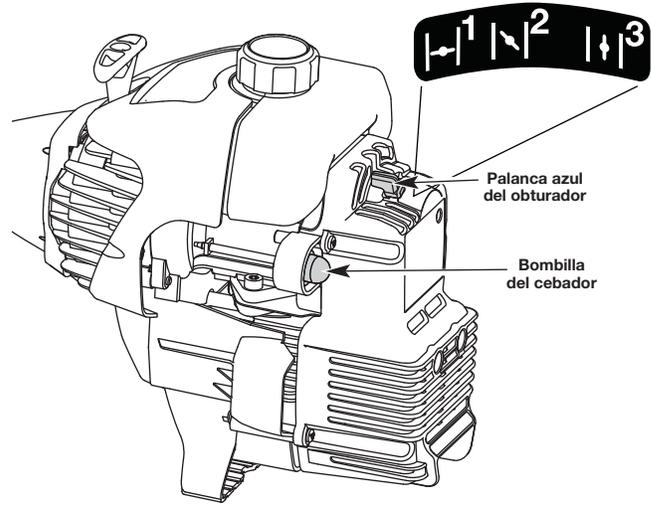

Fig. 20
3. Oprima completamente el cebador y suéltelo 10 veces. Hágalo lentamente. Se deberá ver un poco de combustible en el cebador y en las tuberías de alimentación de combustible (Fig. 20). Si no puede ver el combustible en el cebador, oprímalo y suéltelo tantas veces como sea necesario hasta que vea combustible en el mismo.
4. Coloque la palanca azul del obturador en **Posición 1** (Fig. 20).
6. Coloque la palanca azul del obturador en **Posición 2** (Fig. 20).
9. Mientras oprime el control del regulador, coloque la palanca azul del obturador en la **Posición 3** (Fig. 20) y continúe calentando el motor durante 60 segundos más. Se puede usar la unidad durante este tiempo.
- SI...** El motor titubea, regrese la palanca azul del obturador a la **Posición 2** (Fig. 20) y siga calentándolo.